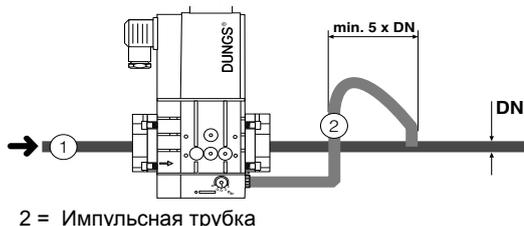

Рис. 14
1. Установить фланец на трубе. Использовать соответствующую газу оснастку (Рис. 14)